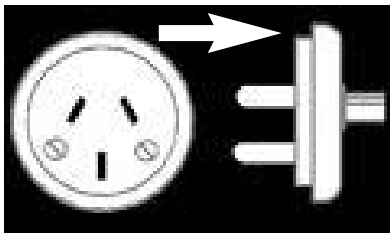

fig. 20
- Togliere la tensione dal banco disconnettendo la spina dalla presa elettrica di alimentazione. (fig. 20); Per il mobile lunghezza 2500 e frequenza 60 Hz togliere la tensione dal banco tramite l'interruttore sezionatore generale a parete;
- Togliere la tensione dal banco disconnettendo la spina dalla presa elettrica di alimentazione. (fig. 20); Per il mobile lunghezza 2500 e frequenza 60 Hz togliere la tensione dal banco tramite l'interruttore sezionatore generale a parete
ATTENZIONE: PRIMA DI OGNI INTERVENTO SUL MOBILE TOGLIERE LA TENSIONE AL BANCO TOGLIENDO LA SPINA DALLA PRESA ELETTRICA DI ALIMENTAZIONE (fig.20); PER IL MOBILE LUNGHEZZA 2500 E FREQUENZA 60 HZ TOGLIERE LA TENSIONE DAL BANCO TRAMITE L'INTERRUTTORE SEZIONATORE GENERALE A PARETE.
- **Togliere la tensione dal banco** disconnettendo la spina dalla presa elettrica di alimentazione. (fig. 20); **Per il mobile lunghezza 2500 e frequenza 60 Hz togliere la tensione dal banco tramite l'interruttore sezionatore generale a parete;**